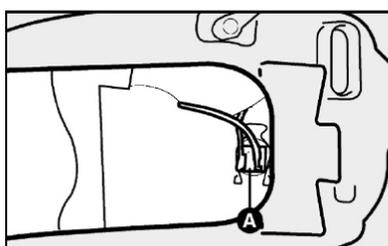

fig. 20
2) soltar o conector A-fig. 20 de alimentação da lâmpada;